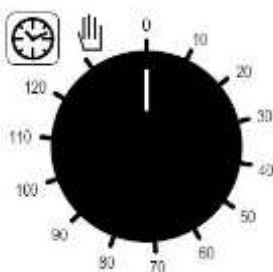

Abb. 3
**Programmierung der Kochzeit** - Die Inbetriebsetzung des Ofens erfolgt, indem der Drehknopf des Programmierers (Abb. 3) auf das Symbol  (Dauerbetrieb) oder auf die gewählte Kochzeit (bis zu 120 Minuten) gedreht wird; im zweiten Fall wird das Kochende durch das automatische